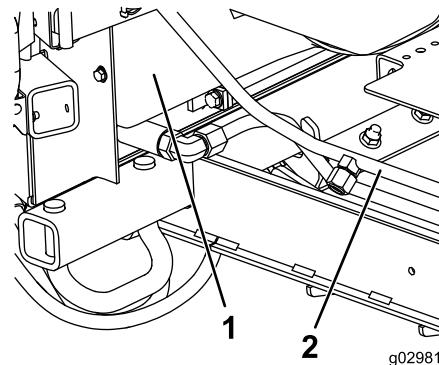

Figura 13
1. No lado direito da máquina, logo à frente da estrutura do radiador, coloque um recipiente de drenagem sob o tubo de retorno do refrigerador do óleo (Figura 13 ou Figura 14).